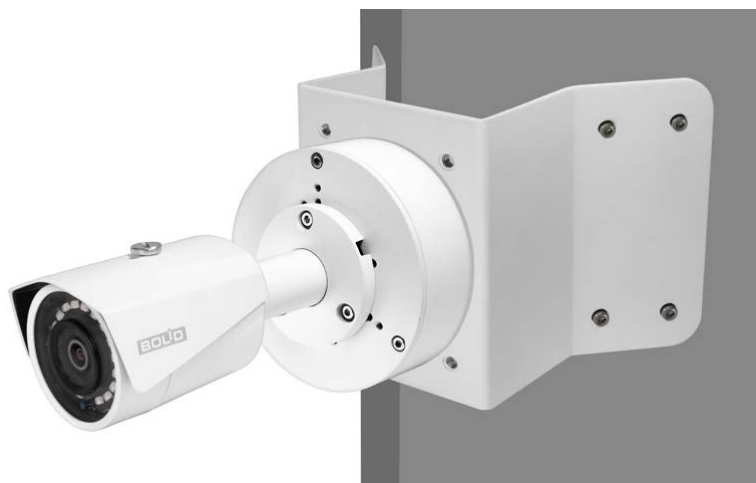

Рисунок 5.10 — Монтаж видеокамеры и монтажной коробки BR-204 на угловом кронштейне BR-102
4. С помощью анкерных болтов из комплекта поставки закрепите угловой кронштейн с видеокамерой на установочной поверхности (Рисунок 5.10).